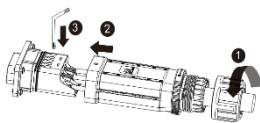
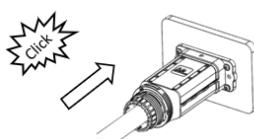

Fig. 11 : Raccordement des fils
Fig. 12 : Installation du couvercle
- 1 Faire passer le câble configuré à travers l'écrou et le couvercle (Fig. 11 / Pos. 1 & 2) et le fixer au bornier (Fig. 11 / Pos. 3) avec la clé Allen fournie [\times A_3 / 4,0 Nm].
- 2 Repousser le couvercle (Fig. 11, Pos 3) sur le connecteur pour que son trou soit visible (Fig. 12).